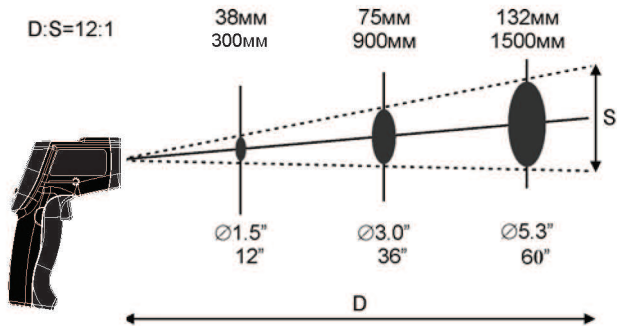

Рис.4
Во время измерения направляйте пирометр прямо на объект и держите нажатой кнопку ИЗМЕРЕНИЕ. С увеличением расстояния до объекта увеличивается и размер площади измеряемой области. (см. рис.4). Отношение расстояния до объекта (D) к размеру пятна измерения (S) составляет 12:1. С уменьшением размеров объекта, уменьшается и допустимая дистанция измерения. Убедитесь, что размер объекта как минимум вдвое больше, чем размер пятна измерения.